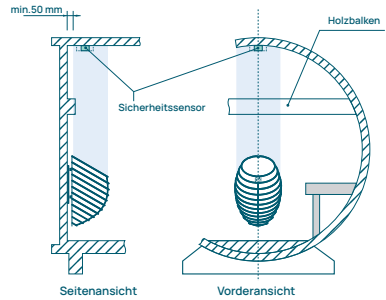

Abbildung 10. Installation des Sicherheitssensors an der Decke in Fasssaunen: wandmontierter Saunaofen
- Installieren Sie den Sicherheitssensor an der Decke, falls Ihre Fasssauna einen Holzbalken an der Wand hat, an der der Saunaofen installiert ist, um einen optimalen Betrieb des Sensors zu gewährleisten. Abbildung 10.